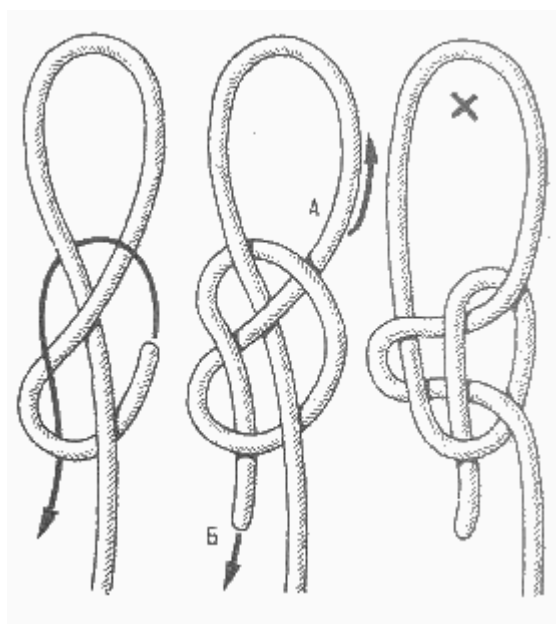

Рис. 117. Крабья петля
**Крабья петля, или затягивающийся огон** (рис. 117). Особенность этого узла состоит в том, что он может работать в двух качествах: затягивающаяся петля или незатягивающаяся петля. Если концы крабьего узла в точках, отмеченных буквами *A* и *B*, резко и сильно потянуть в разные стороны, указанные стрелками, узел перестает быть затягивающимся. Принимая форму, показанную на третьем справа положении на рисунке, узел больше не затягивается, его петля становится постоянной.